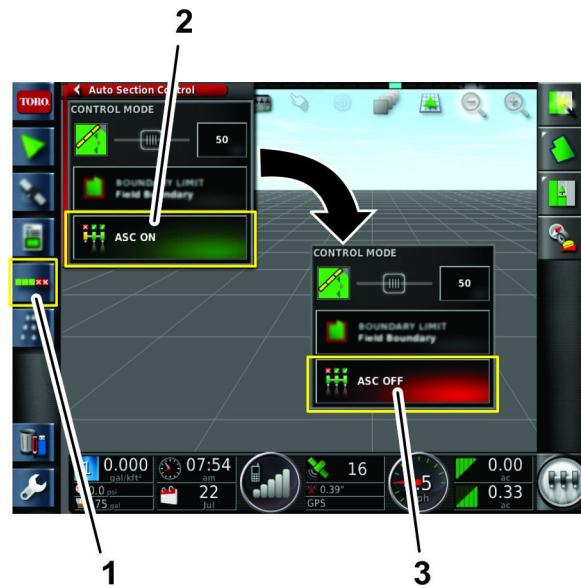

Figura 176
1. Aprite l'icona ASC (Auto-section controller, controller automatico della sezione) (Figura 176).
2. Premete l'icona ASC impostandola su OFF (Figura 176).